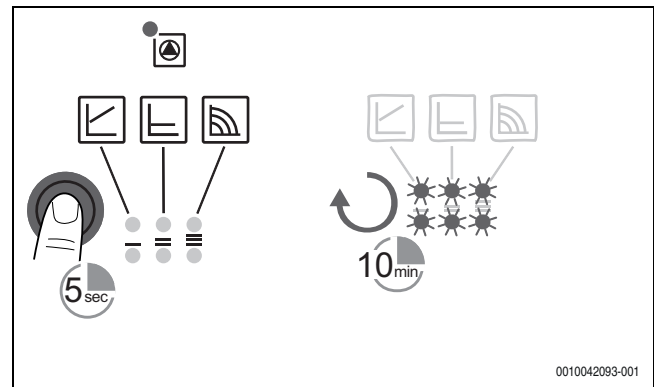

Bild 57 Manueller Neustart
- Manueller Neustart über die Bedientaste (→ Bild. 57) aktivieren, 5 Sekunden drücken, dann loslassen.